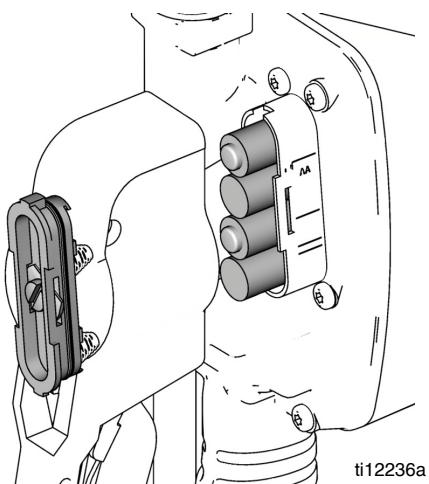

Рис. 22
2. Установите **четыре НОВЫХ** батареи. Направление установки батарей см. на Рис. 22. Убедитесь, что они правильно установлены или расходомер не будет работать.